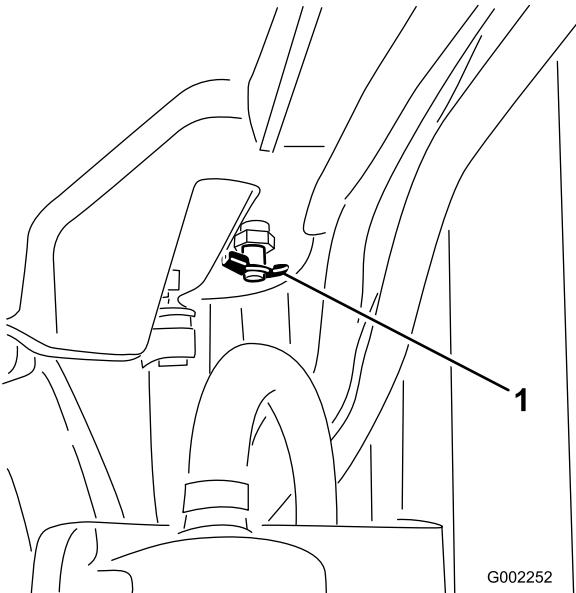

Figura 55
- Abra o tampão do radiador (Figura 55) e deixe escorrer o líquido de arrefecimento para o recipiente.